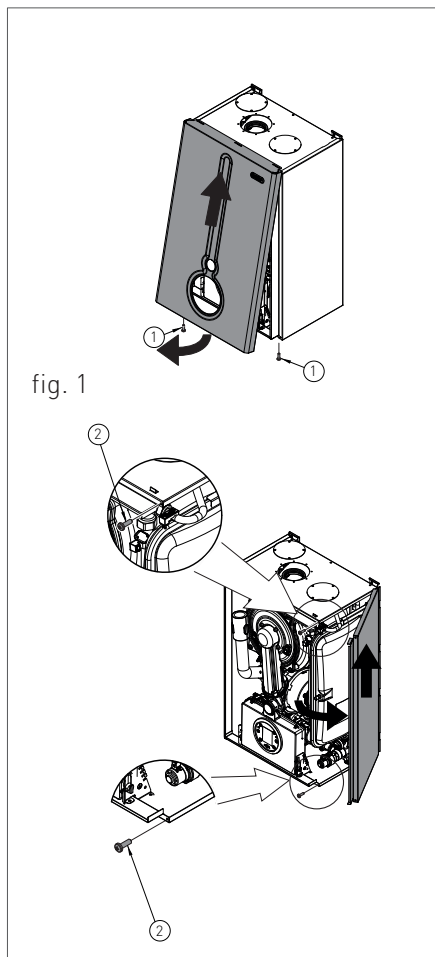

fig. 1
- › quitar los tornillos (1 - fig.1) de fijación colocados en el borde inferior del panel frontal;
- › sujetar el panel frontal por la parte inferior y, tirando de éste hacia adelante, sacarlo con un movimiento hacia arriba (ver Fig.1)
- › quitar los tornillos (2 - fig.1) de fijación colocados en el borde frontal del panel lateral;
- › sujetar la base del panel y, después de separarlo lateralmente, sacarlo levantándolo (ver fig.1)